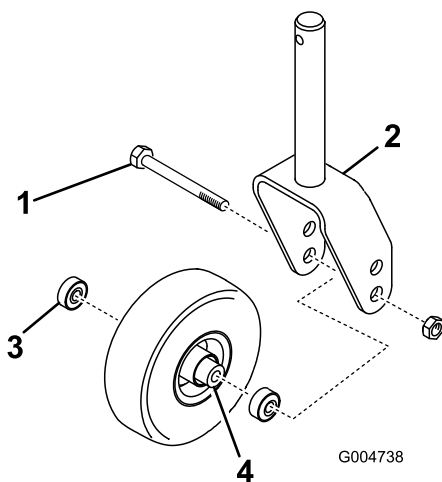
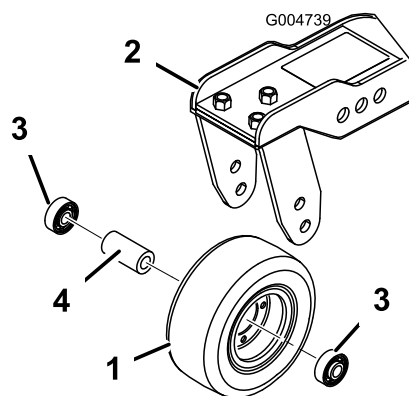

Figura 80
Figura 81
1. Retire la contratuerca del perno que sujeta el conjunto de la rueda giratoria entre la horquilla (Figura 80) o al brazo de pivote (Figura 81).
2. Retire el cojinete de la rueda y deje que se caiga el suplemento del cojinete (Figura 80 y Figura 81).